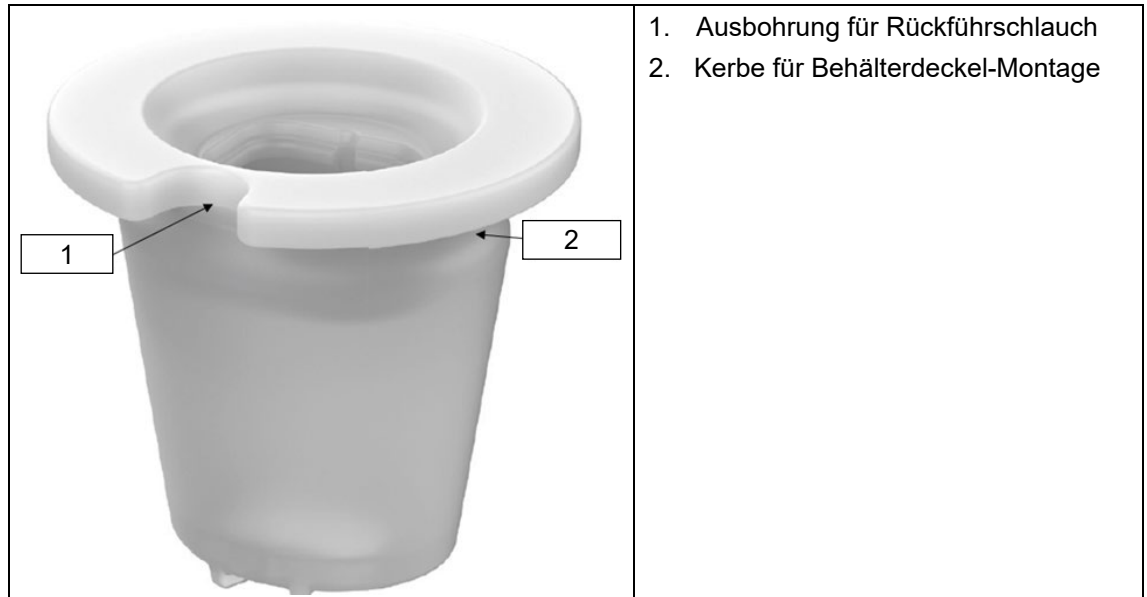

Abbildung 7
Danach kann die eloLance direkt in den Behälter gestellt und mit dem Klemm-Konus (Abbildung 7) fixiert werden. Bei größeren Behälteröffnungen kann der Behälterdeckel mit einer Bohrung im Durchmesser $\varnothing 30+1$ mm versehen werden. Die Kerbe im Klemm-Konus (Abbildung 7, Pos 2) dient dabei zur Stabilisierung der eloLance im Behälter und kann zusammen mit dem Behälterdeckel auf dem Behälter verschraubt werden. (Siehe Kapitel 5.4.4 Montage Behälterdeckel auf Klemm-Konus).
Der Klemm-Konus (Abbildung 7) ist multifunktional gestaltet und kann in Kombination mit einem herkömmlichen Behälterdeckel zur Montage der eloLance verwendet werden.
- ▶ Klemm-Konus festhalten und Behälterdeckel aufschieben, bis dieser in der umlaufenden Kerbe (Abbildung 7, Pos 2) des Klemm-Konus sicher sitzt.
- *Die Ausbohrung am Klemm-Konus (Abbildung 7, Pos 1) dient dabei als Schlauchdurchführung.*
Voraussetzung: Montierter Behälterdeckel auf Klemm-Konus (Abbildung 7).